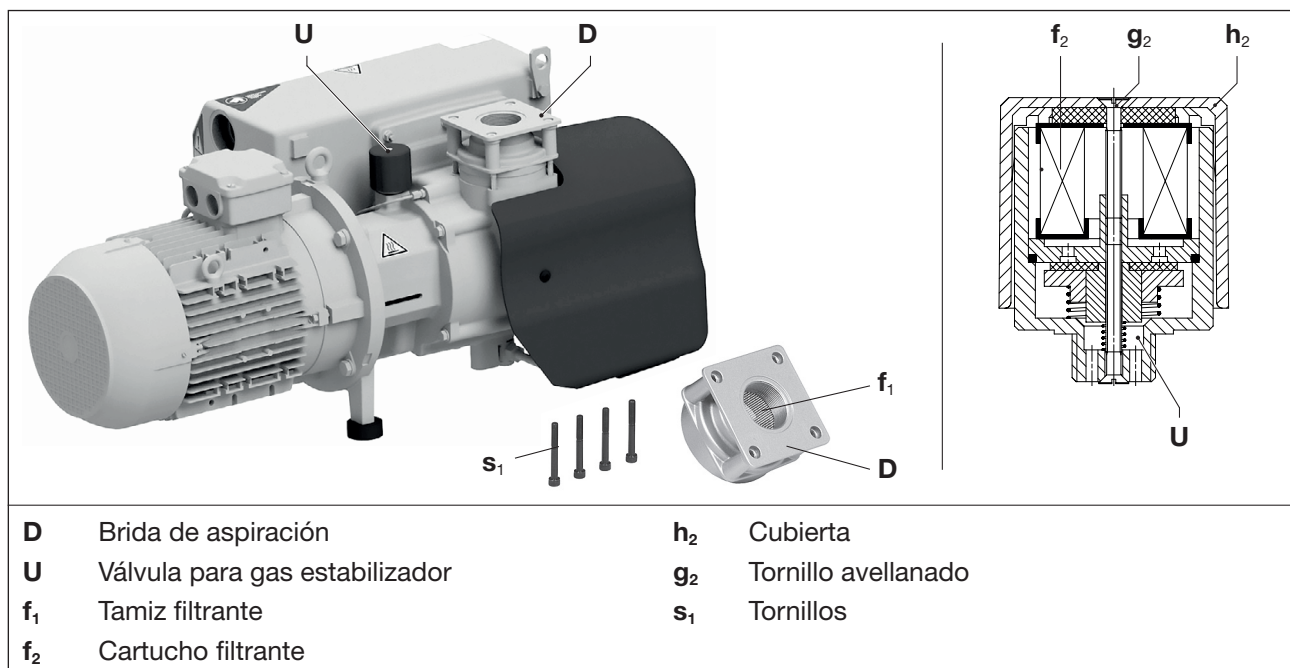

Fig. 6 Tamiz filtrante y válvula para gas estabilizador
El tamiz filtrante (Fig. 6/f₁) se debe limpiar lavándolo o utilizando aire comprimido o sustituirlo con mayor o menor frecuencia en función del grado de suciedad del medio aspirado.
- Retirar la brida de aspiración (Fig. 6/D) tras aflojar los tornillos (Fig. 6/s₁).
- Limpiar el tamiz filtrante (Fig. 6/f₁).
- Colocar la brida de aspiración (Fig. 6/D) y fijarla con los tornillos (Fig. 6/s₁) . Par de apriete: 25 Nm
Las bombas funcionan con una válvula de lastre de gas (Fig. 6/U). Limpiar el cartucho filtrante (Fig. 6/f₂) integrado con frecuencia variable según el grado de suciedad del medio aspirado.
- Afrojando los tornillos avellanados (Fig. 6/g₂) y retirando la cubierta de plástico (Fig. 6/h₂) se pueden extraer las piezas del filtro para su limpieza.
- Limpiar el cartucho filtrante (Fig. 6/f₂) utilizando aire comprimido o sustituirlos.
- Poner el cartucho filtrante (Fig. 6/f₂) en la válvula, colocar la cubierta de plástico (Fig. 6/h₂) y fijarla con el tornillo avellanado (Fig. 6/g₂). Apretar el tornillo a mano.